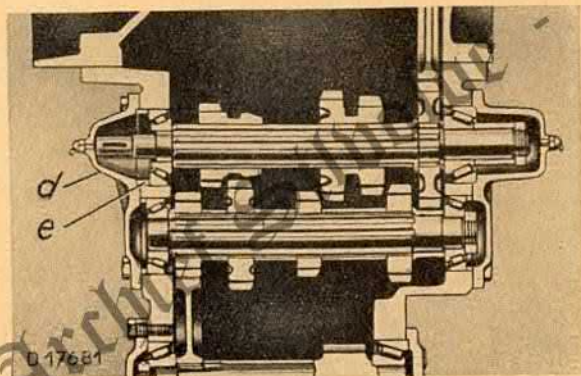

Bild 2
7. Linken Deckel d (Bild 2) für I. und II. Getriebewelle, sowie Abstandsring e abnehmen (Deckel, Abstandsring, 4 Schrau-